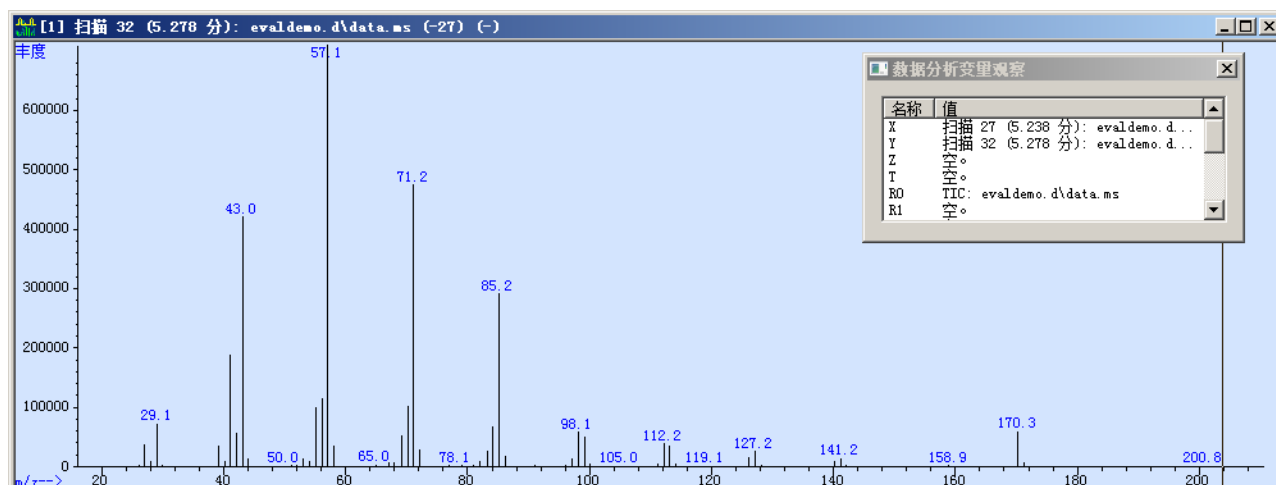

图 38 十二烷的已扣除质谱图
- 2 选择扣除按钮 。出现的差异 (Y - X) 将显示为标题后面带有 [-] 的质谱图。请参见图 38。
第 81 页上的图 38 中十二烷的质谱图检验表明，存在十二烷 (mw = 170) 分子离子 170，并将用作目标离子。在十二烷的一半 mw 处的 85 离子也很显著，并将用作定性离子。
- 1 选择要检索的质谱图（数据分析变量观察窗口中的 X）。请参见第 81 页上的图 38。